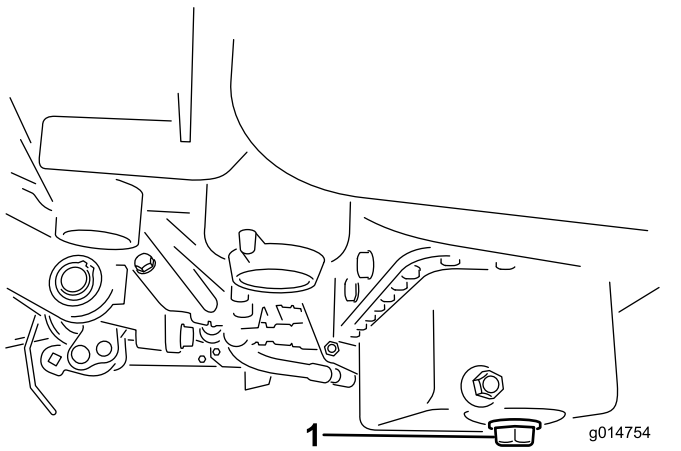

Figura 30
1. Retire o tampão de escoamento e deixe o óleo escorrer para um recipiente adequado. Quando o óleo parar, volte a montar o tampão de escoamento (Figura 30).